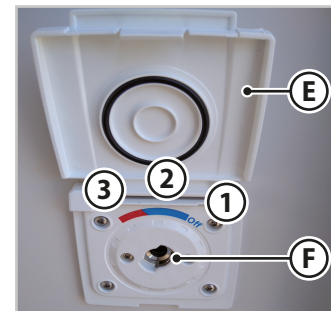

Fig.6.34 - Presca attacco doccetta
1. Sollevare lo sportellino (**E** - Fig.6.34).
2. Inserire il tubo in dotazione nell'attacco (**F** - Fig.6.34).